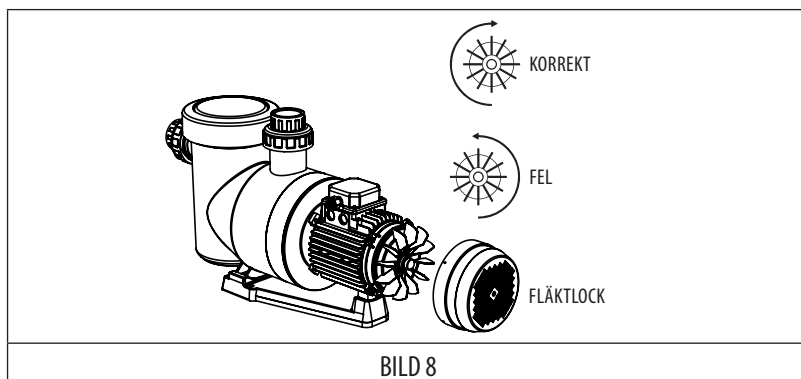

BILD 8
- Kontrollera att motorn vrider sig i rätt riktning (genom att titta på fläkten på baksidan av motorn). (BILD 8).